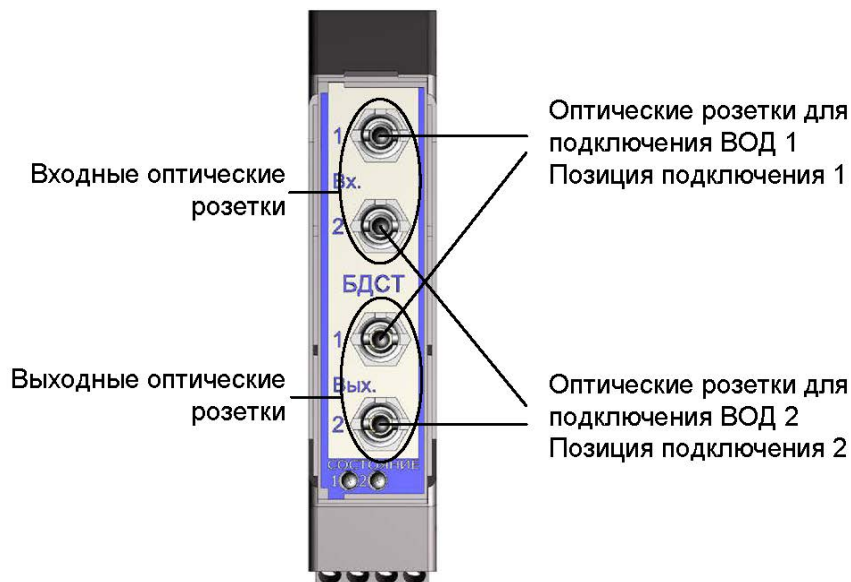

Рис. 2.7 Назначение оптических розеток БДСТ
- если позиция подключения – 1, то один коннектор ВОД подключается к входной оптической розетке позиция 1, а другой к выходной оптической розетке позиция 1, рис. 2.7. Перед подключением оптических коннекторов требуется снять защитные колпачки;
- если позиция подключения – 2, то один коннектор ВОД подключается к входной оптической розетке позиция 2, а другой к выходной оптической розетке позиция 2, рис. 2.7. Перед подключением оптических коннекторов требуется снять защитные колпачки.